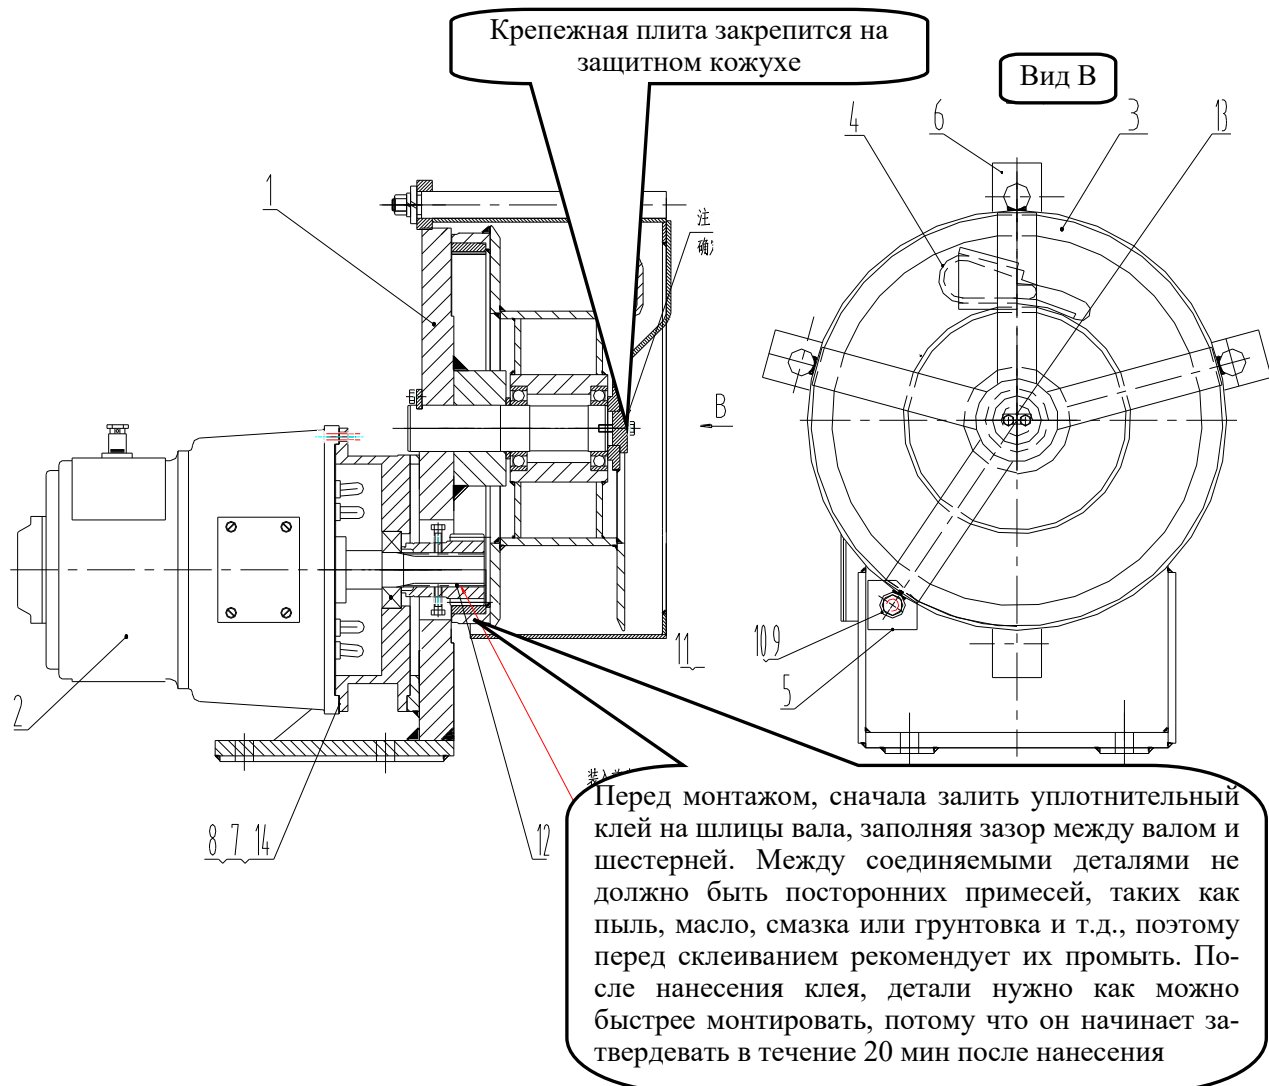
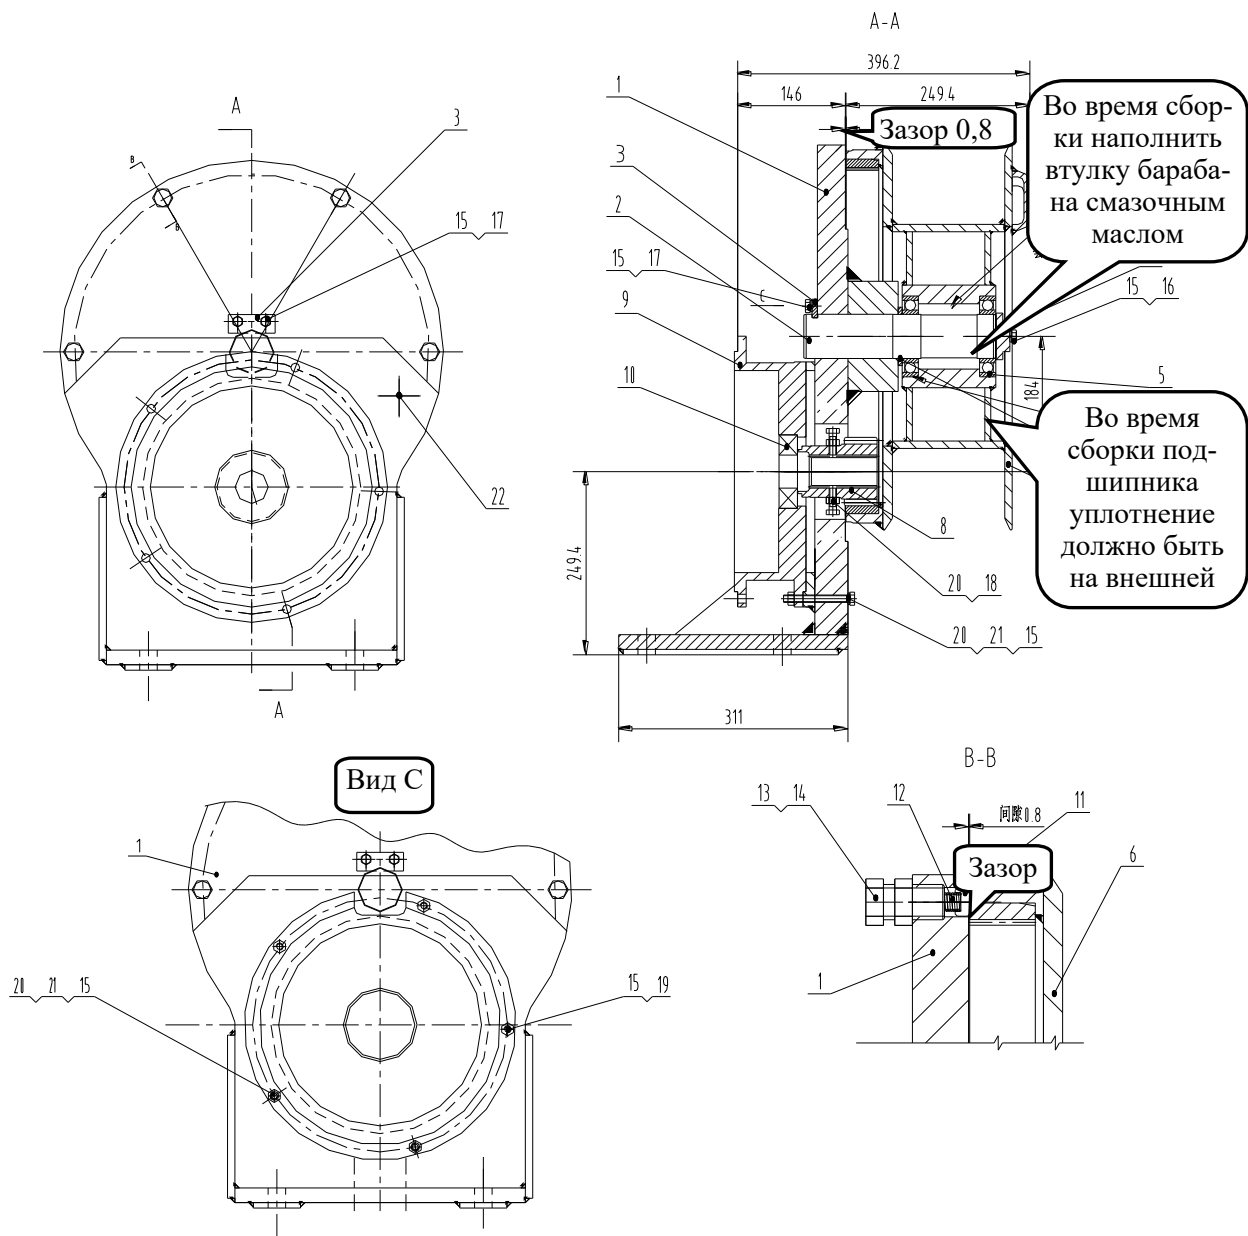

Рисунок 8-2. Привод барабана
Рисунок 8-3. Конструкция механизма открывания днища ковша
Двигатель и барабан механизма открывания днища ковша установлены на передней стойке А-образной (двуногой) стойки. Он используется для выбора слабины канатов, а также для натяжения (подачи тока) при открывании. Ремонт двигателя и барабана открывания днища ковша заключается в смазывании подшипника барабана, регулировки натяжения канатов (см. рисунок 8-2).
Разборка барабана и двигателя проводится следующим образом (см. рисунок 8-2):
2. Демонтируйте крепежные детали защитного чехла (3) канатов.
Снимите винты (16 и 17), прокладочное кольцо пружины (15), установочную планку (7), с двуногой стойки снимите защитный чехол тросов (см. рисунок 8-3).
3. Вытащите винт (13), пружину (12) и тарелку пружины (11).
4. Барабан (6) вытащите из вала барабана (2) и достаньте из барабана шариковый подшипник (5).
Внимание! Так как на шлицы двигателя наносится клей (связующее вещество), то нужно сначала прогреть малую шестерню (8), а затем вытаскивать ее из двигателя (см. рисунок 8-2).
7. Демонтируйте подшипник (10). Малую шестерню, герметик и подшипниковую опору можно снять в сборе (одной группой).
8. С двуногой стойки снимите опорную планку (3) и вал (2).
Во время сборки двигателя и барабана следуйте следующий инструкции (см. рисунок 8-3):